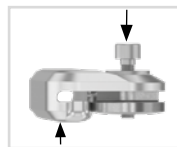

Fig. 7
- 2 Legg underlagsskiven på dekkplaten og skru presskruen inn i gjengene på den første skruen (S1, fig. 11). Presskruen må ikke skrues helt inn (fig. 7).
- 3 Skyv den øvre delen av leddet og dekkplaten fra hverandre ved å bruke kraft som vist (se pilene på fig. 7). Dette kan gjøres ved hjelp av en skrustikke eller med kontrollerte slag, f.eks. med en myk hammer.